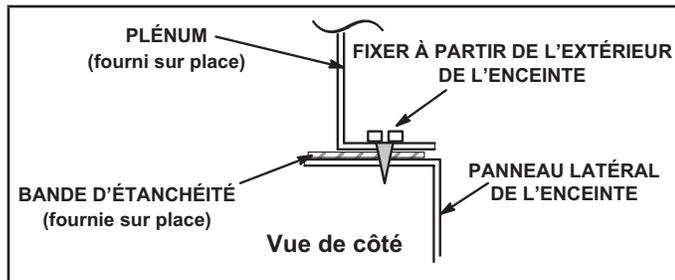
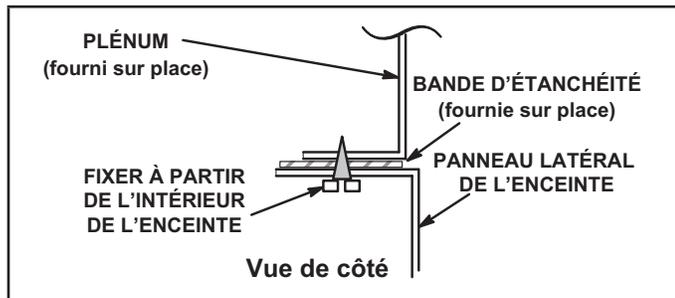

FIGURE 11
FIGURE 12
- 1- Le bord inférieur du plénum doit être rabattu pour former un rebord (voir FIGURE 11 ou FIGURE 12).